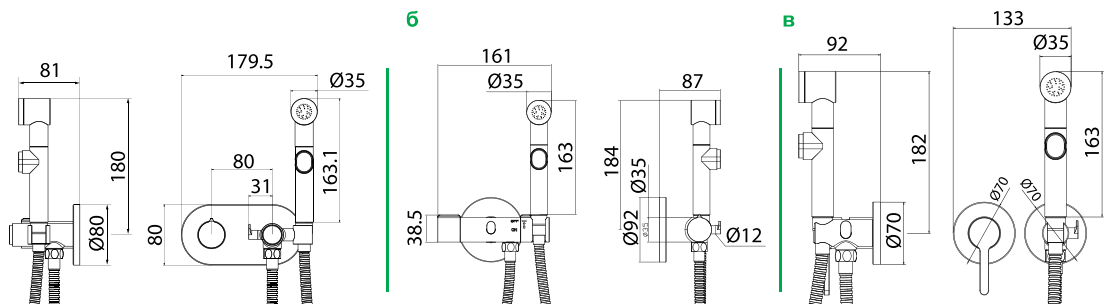

Рис. 2 / 2 сур.
2. В намеченном месте установки смесителя необходимо подготовить нишу для установки корпуса смесителя. Нишу подготавливают путем штробирования стены. Глубину ниши и ее размеры необходимо предусмотреть с учетом размеров корпуса смесителя. При определении глубины ниши необходимо учесть толщину будущей отделки и глубину, на которую может быть установлен смеситель от поверхности будущей стены с отделкой. Справочные размеры указаны на рис. 2.